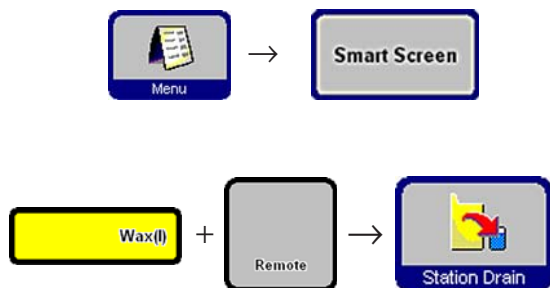

Fig. 56
- Selezionare il bagno di paraffina da svuotare e il contenitore a distanza ("Remote", fig. 56). Quindi premere **STATION DRAIN**.